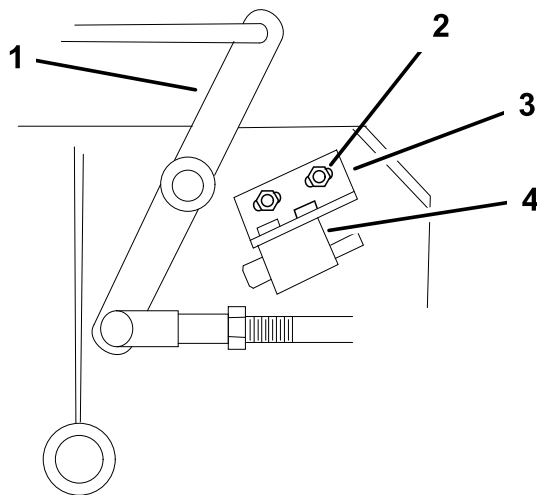

Figura 59
4. Si es necesario, ajuste el interruptor de seguridad de la cuchilla aflojando los pernos que sujetan el soporte del interruptor (Figura 59).
**Nota:** Asegúrese de que la palanca acodada **no** toca el cuerpo del interruptor, porque esto podría dañar el interruptor (Figura 59).